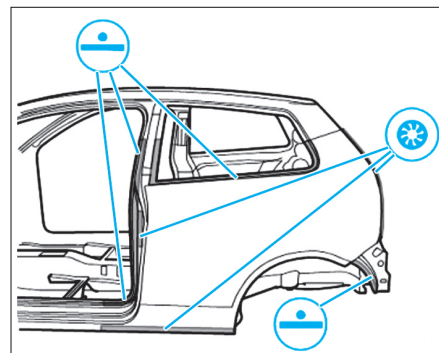
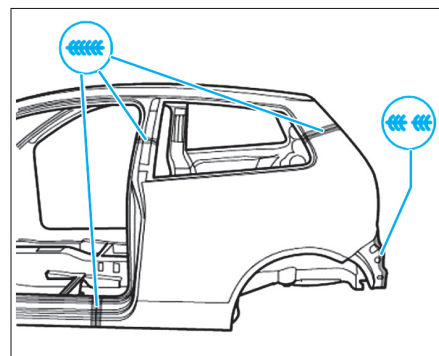

FIG. 104
FIG. 105
- Souder l'aile arrière comme illustré (Fig.104) et (Fig.105).